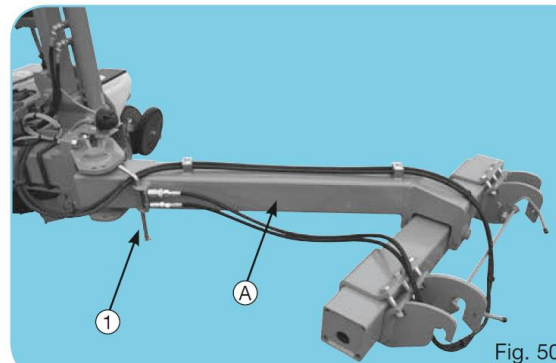
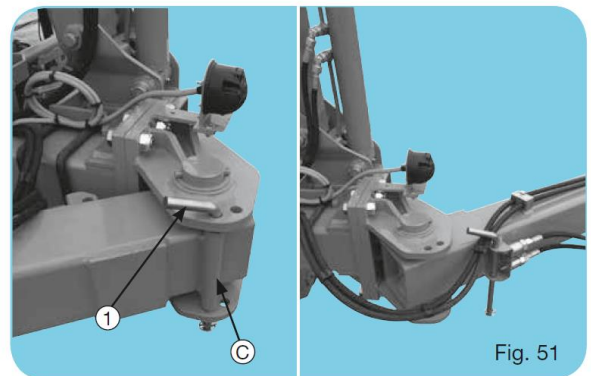

Fig. 50
Fig. 51
- Odblokować zaczep (A), Fig. 50 od wózka ściągając sworzeń (1) z obejmy (C) zaczepu (Patrz: Fig. 51).
- Przyczepić zaczep wózka transportowego do ciągnika (A), Fig. 50.